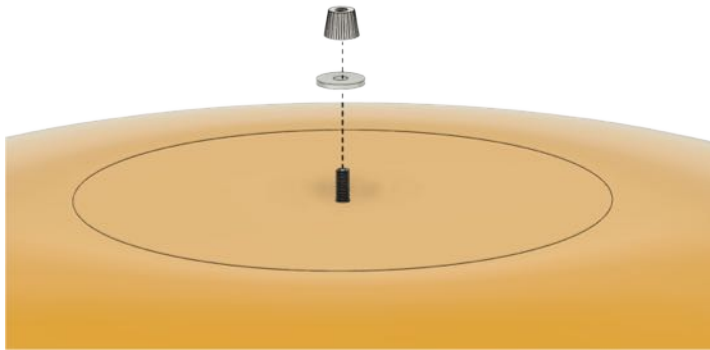

Abb. 9
6. Retirez l'écrou avec la rondelle du haut de la douille (Fig. 9).